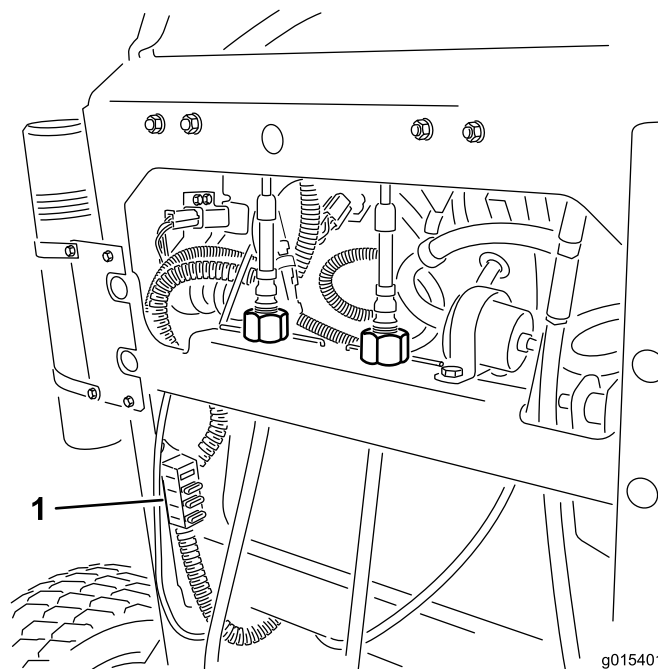

Figura 54
2. Estraete il fusibile per toglierlo o sostituirlo (Figura 54).
Nota: Verificate che sia installato il fusibile della misura giusta con il colore del filo giusto come mostrato nella Figura 54.